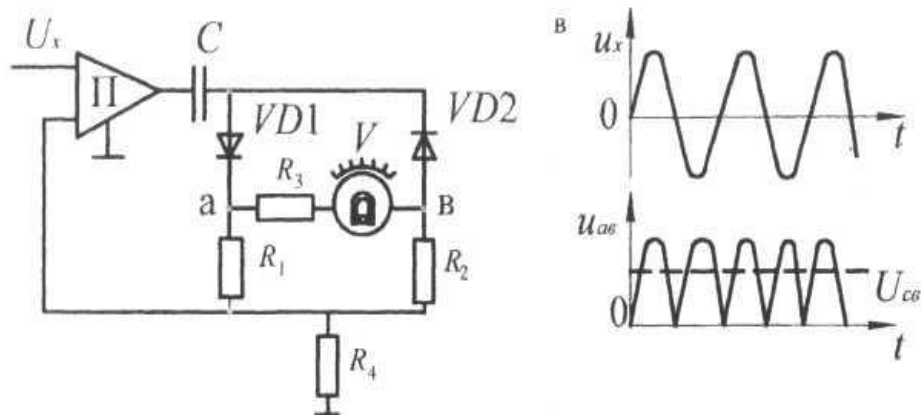

Рис. 5.6.
**Електронні вольтметри середньовипрямлених значень** будуються за схемою «підсилювач - перетворювач». Перетворювач являє собою двопівперіодну схему випрямлення, охоплену глибоким від'ємним зворотним зв'язком. У діагоналі діодного мосту включається магнітоелектричний прилад, який реагує на середньо-випрямлене значення напруги  $U_{св.}$  (рис. 5.6). Проте, шкалу приладу градуують не в середньовипрямлених значеннях, а в діючих значеннях синусоїдної форми, тобто на шкалі наносять позначки, що відповідають середньовипрямленому значенню напруги, помноженому на коефіцієнт форми синусоїди  $1,11 U_{св.}$ . Тому при вимірюванні несинусоїдної напруги показання вольтметра *не відповідають* її діючому значенню.